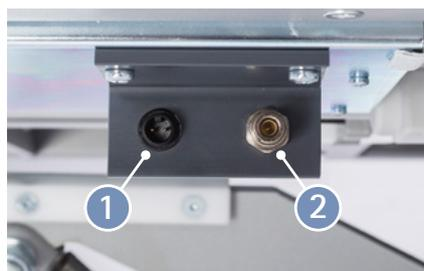

Abbildung 4-8: Anschluss Blutdruckmanschette
- Blutdruckmanschette **5** anschließen (siehe Abbildung 4-8).